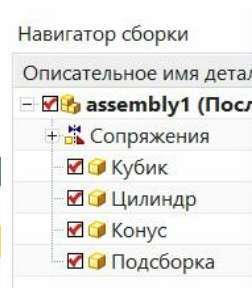

рис.84
- В результате в НСб появится строка нового компонента «**Подсборка**» (рис.84). Но если вы сделаете этот компонент *рабочей деталью*, то убедитесь, что в его НМ присутствует только базовая СК.
- В качестве исходного состояния сборки возьмем ситуацию, показанную на рис.84: в ней присутствуют четыре равноценных, равноправных компонента.